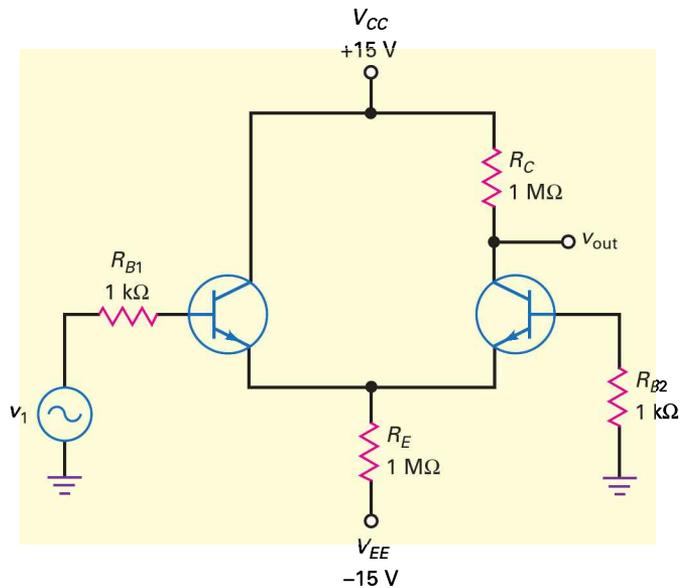

Figure 15.22
D'après la figure 15.22, $A_v = 150$, $A_{v(\text{MC})} = 0,5$ et $v_{\text{in}} = 1 \text{ mV}$. Si les connexions de base captent un signal mode commun d'amplitude 1 mV , que vaut la tension de sortie ?
15.11 Avez-vous compris ? Reprendre la figure 15.22 en faisant passer A_v à 200. Que devient la tension de sortie ?